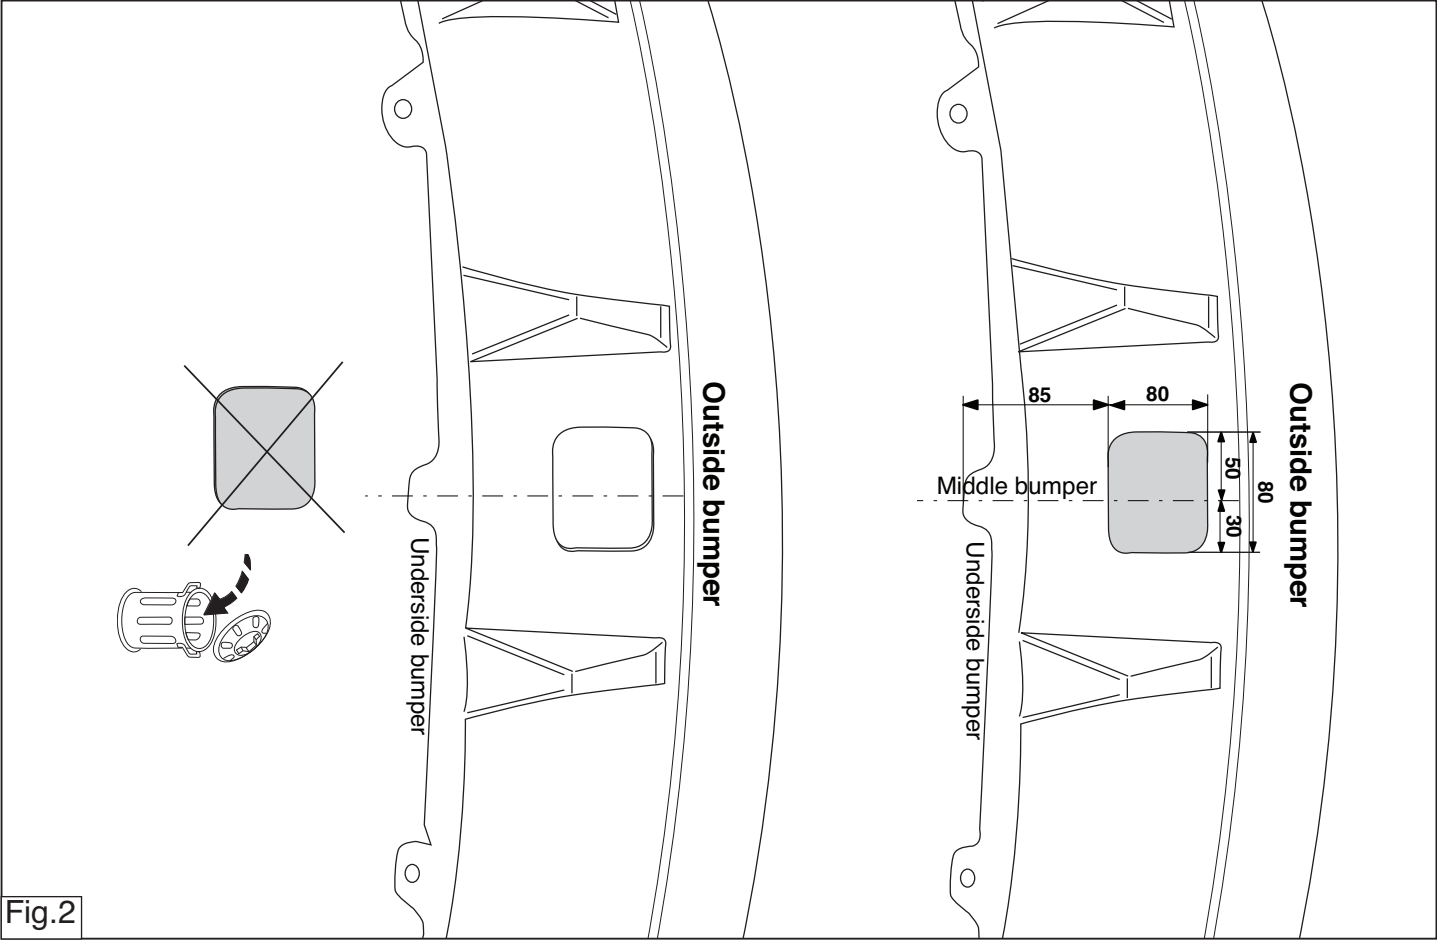

Fig.2
7. Выпилить обозначенные части, как указано на рис. 2.